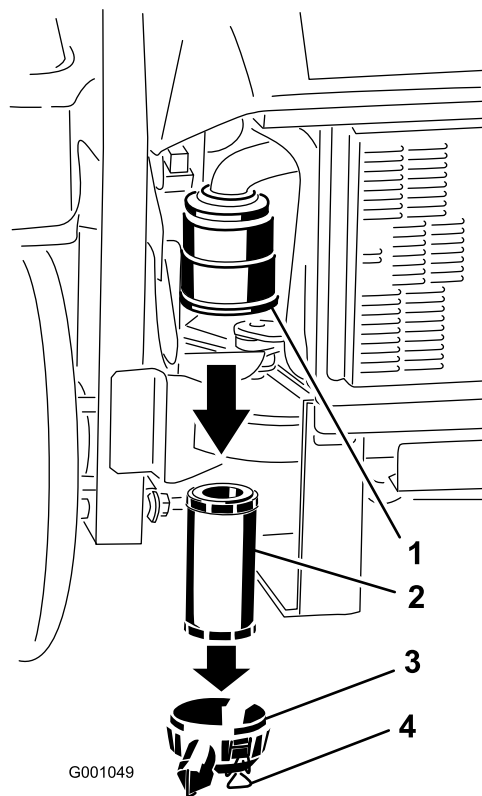

Figura 43
3. Rilasciate i dispositivi di fermo del filtro dell'aria e togliete il coperchio dal corpo del filtro (Figura 43).
5. Estraete con cautela il filtro dal corpo del filtro dell'aria (Figura 43). Non urtate il filtro contro il corpo.